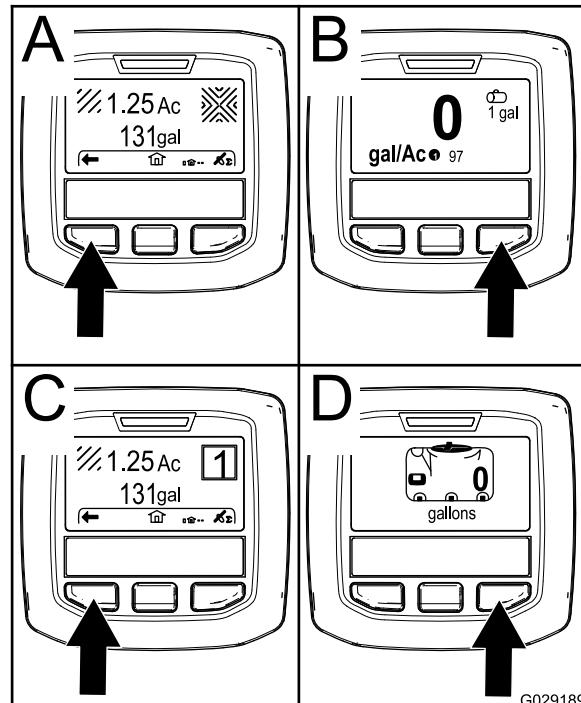

Figura 61
- Pulsante di selezione sinistro: **Area parziale irrorata** (C della Figura 61)
- Pulsante di selezione sinistro: **Volume serbatoio** (D della Figura 61)
- Pulsante di selezione destro: **Area irrorata totale** (A della Figura 61)
- Pulsante di selezione destro: **Volume di applicazione** (B della Figura 61)